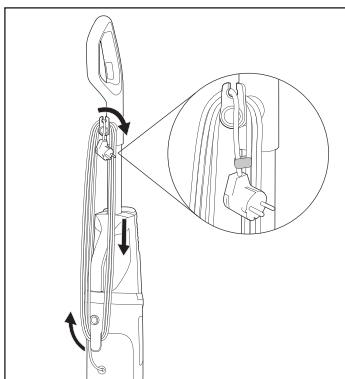

Fig. 3
- ♦ Enroulez le cordon d'alimentation ⑯ entièrement autour du support de cordon supérieur et inférieur ⑯/⑳ (voir fig. 3).